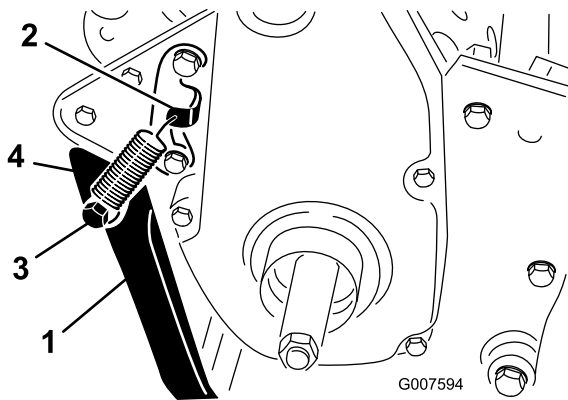

Figure 7
2. Accrochez le ressort au trou de la patte d'accrochage du ressort et au goujon, et alignez les trous de montage de la béquille sur ceux du bâti arrière (Figure 7).